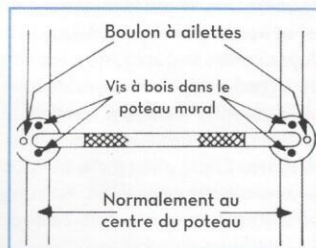

figure 1
1. Placez la barre d'appui en alignement avec les poteaux muraux et marquez l'emplacement des trous pour les vis. (L'Attachement horizontal Voir la Figure 1, l'Attachement Vertical Voir le 2 de Figure.) Quand vous avez choisi votre mode de fixation, percez un petit trou pour marquer l'emplacement où se trouve le poteau.